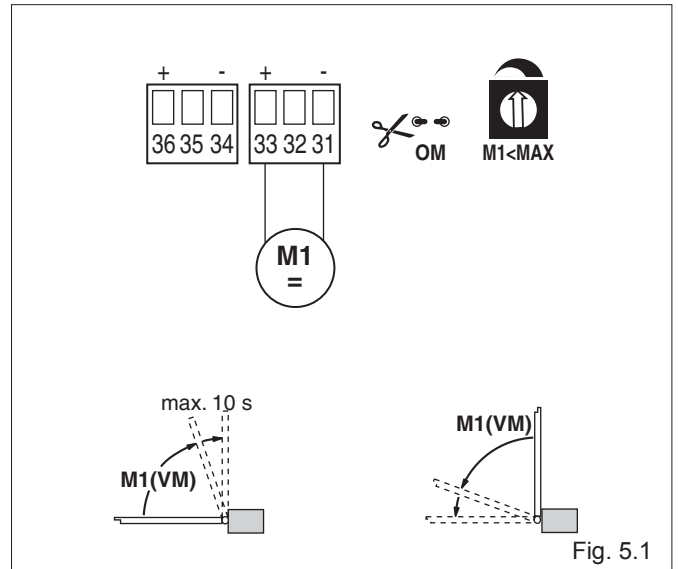

Fig. 5.1
- (Fig. 5.1) **Utilisation sans fin de course**